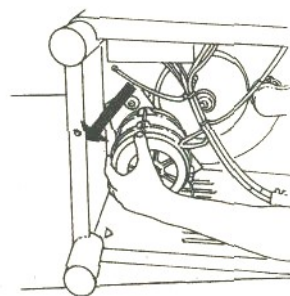

Рис.13
- удалить мотор в соответствии со стрелкой (рис.13);